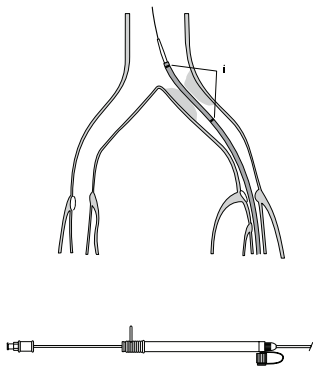

Fig. 4
8. Tirer sur le système de largage de l'endoprothèse sous radioscopie jusqu'à ce que les marqueurs radio-opaques sur l'endoprothèse (i) soient dans la position voulue. L'endoprothèse est alors prête à être déployée. (Fig. 4)